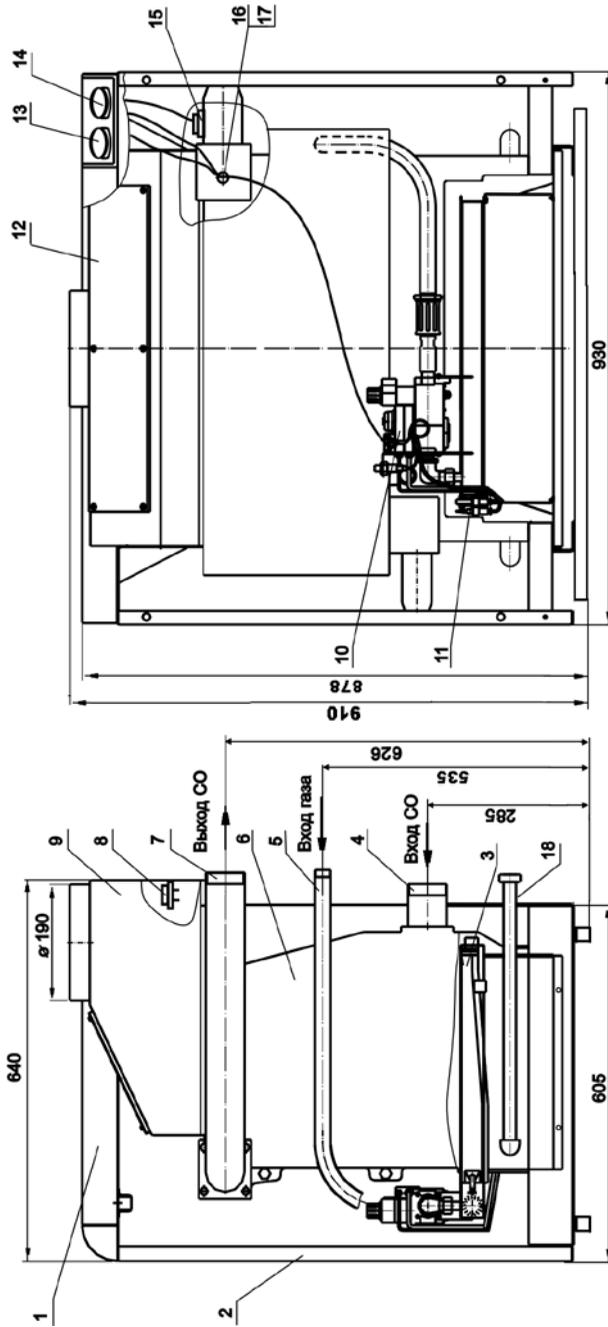
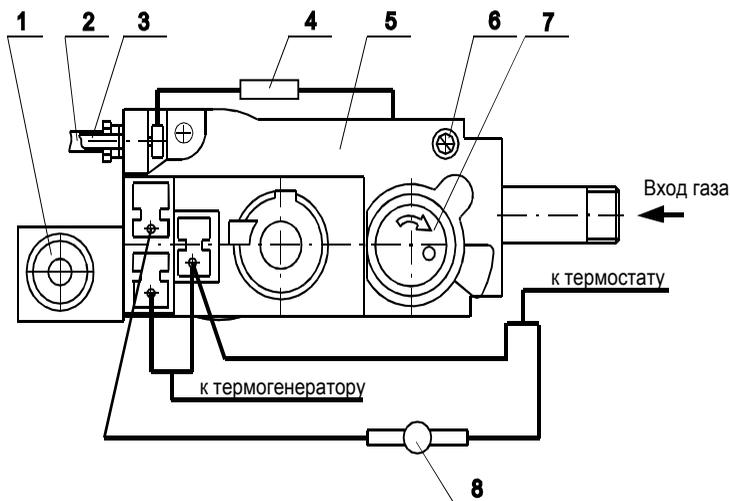
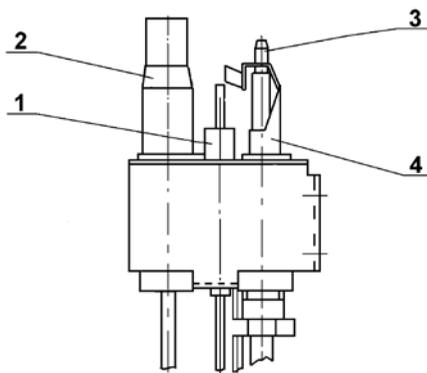

Рис.1 Котел отопительный водогрейный КОВ-Г-68 Комфорт
Рис.2 Блок управления
Рис.3 Устройство запальное
4.2. Теплообменник котла 6 (Рис.1) чугунный, оригинальной конструкции, обеспечивает коэффициент полезного действия 92%, длительный срок службы. В верхней части теплообменника установлен дымосборник 9 (Рис.1) с лючком 12 (Рис.1) для чистки газоходов теплообменника. В нижней части теплообменника установлены 2 трубы слива 18 (Рис.1), для полного слива воды из теплообменника.
4.3. Блок автоматики 5 (Рис.2) VS8620C представляет собой электромеханическое устройство и служит для подачи газа к запальнику и горелке, регулирования температуры воды в котле и автоматического отключения подачи газа при:
Установка требуемой температуры воды производится ручкой регулировочной термостата 14 (Рис.1), а ее контроль выполняется по термометру 13 (Рис.1).
4.5. Автоматика по перегреву 8 (Рис.2) (термостат предельного нагрева), соединенная проводами с блоком VS8620C и термостатом, обеспечивает автоматическое предохранительное отключение подачи газа на основную горелку при достижении температуры воды в баке -теплообменнике котла 93 °С ÷ 100 °С (в случае выхода из строя термостата или ошибочной настройки его на температуру выше 90 °С).
4.6. Автоматика по тяге состоит из датчика тяги (терморегулятора) 8 (Рис.1), укрепленного в задней части котла на дымосборнике 9 (Рис.1), и проводов, соединяющих терморегулятор с блоком автоматики 5 (Рис.2).
4.7. Устройство запальное Рис.3 предназначено для крепления запальника, термогенератора, термопары, свечи пьезорозжига и розжига основной горелки.
6.10. Проверьте работу пьезорозжига. При нажатии на кнопку пьезорозжига 1 (Рис.2) должна проскакивать искра между электродом свечи пьезорозжига 1 (Рис.3) и запальником 4 (Рис.3).
6.12. После монтажа проверьте газовые и водопроводные коммуникации котла на герметичность. Проверьте герметичность заглушек на трубах слива 18 (Рис.1). Герметичность соединений газопроводов проверяйте с помощью мыльной эмульсии. Запрещается применять огонь для обнаружения утечек газа.
- проверьте тягу в дымоходе, для чего поднесите зажженную спичку к отверстию дымосборника 9 (Рис. 1), находящегося с задней стороны котла.
7.3.2. Снимите панель переднюю 2 (Рис.1), закрывающую блок управления. Нажмите кнопку пусковую 7 (Рис.2) блока управления до отказа и, удерживая ее, нажмите на кнопку пьезорозжига 1 (Рис.2). Запальник должен загореться.
7.3.3. Ручкой регулировочной термостата 14 (Рис.1) установите необходимую температуру воды в котле, через ~ 40 ÷ 60 сек. (после нагрева термогенератора) загорится основная горелка.
7.5.1. Поверните кнопку пусковую 7 (Рис.2) по часовой стрелке до упора (на 15 ÷ 20°).